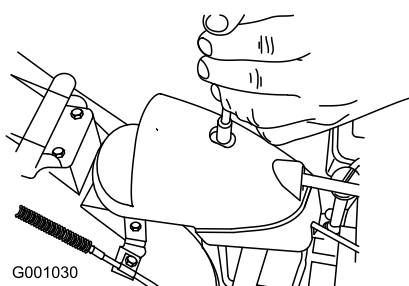

Figura49
1. Îndepărtați dispozitivul de fixare de pe capacul angrenajului (Figura49), ridicați partea frontală a capacului și glisați-o complet spre spate.